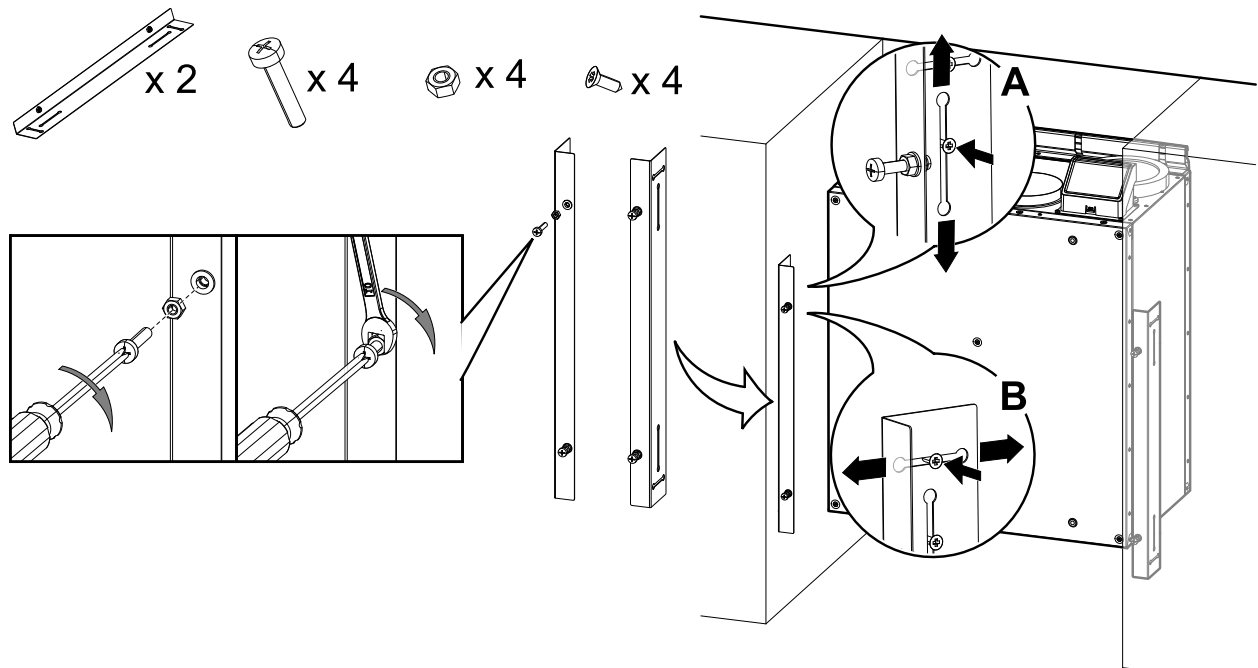

Bild 22 Die Installation der Schrauben und Halterungen
1. Vier M6-Schrauben in die Gewindeeinsätze am Gerät montieren und mit Sechskantmuttern sichern (Abbildung 22). Der Abstand der Schrauben kann nachträglich justiert werden.
Die Halterungen sind vertikal (Abbildung 22, A) und horizontal justierbar (Abbildung 22, B). Richten Sie die Halterungen an der Unterseite des Gerätes aus. Ziehen Sie die Schrauben nach dem Einstellen der Halterungen fest an.